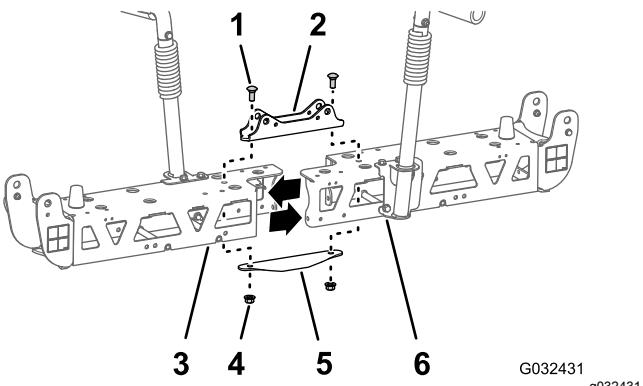

Figure 53
2. Retirez les 2 boulons de carrosserie (1/2" x 1 1/4") et les 2 contre-écrous (1/2") qui fixent le support de vérin étroit, les cadres en treillis droit et gauche, et la plaque de liaison étroite (Figure 53).